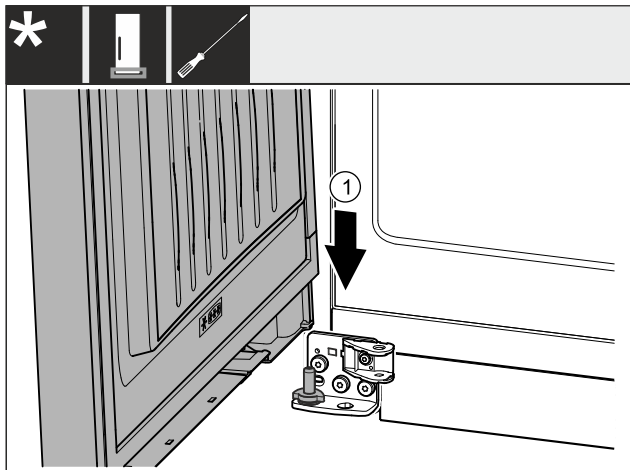

Fig. 30
- ▶ Dvere nasadíte zhora na dolný ložiskový čap. Fig. 30 (1)